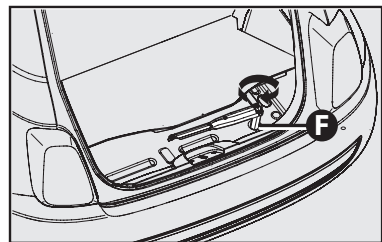

fig. 6
- Para la fijación del auxilio, con la ayuda de la llave de rueda, girar en sentido horario el tornillo del mecanismo **F-fig. 6**. El esfuerzo para girar la llave aumenta hasta que la rueda queda completamente apoyada. Apretar el máximo posible hasta que la rueda esté debidamente fijada.